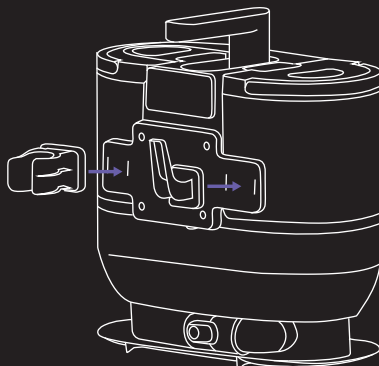

Abb. 2
3. Die Grundstruktur der Einheit ist dargestellt (Abb. 2). Die Unterstützung durch die Netzversorgung und das Stromversorgungskabel ist ausreichend. Es wird über die Unterstützung für die Netzversorgung und das Kabel für die Wartung der Korrekturzweige berichtet.